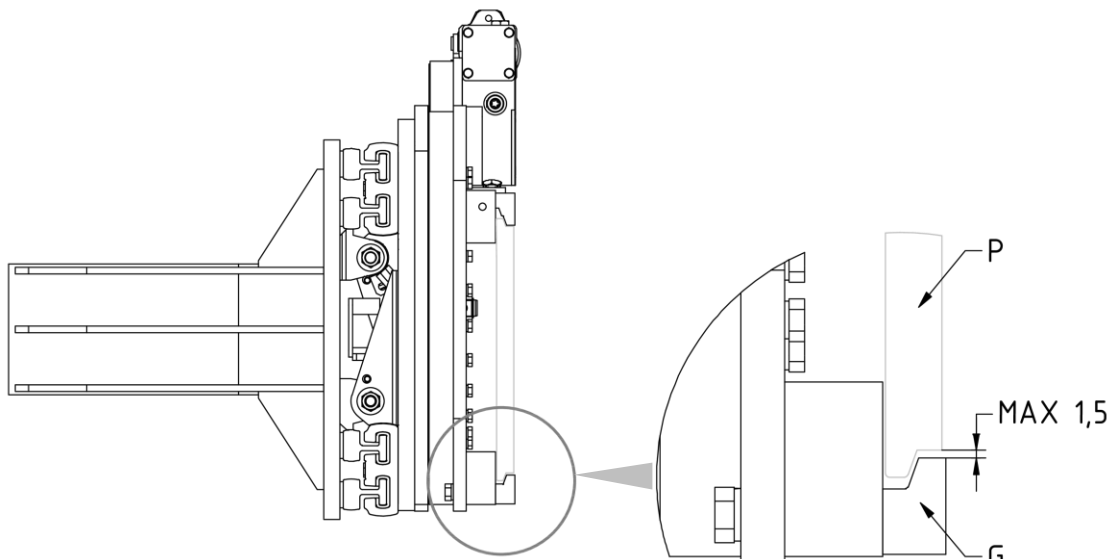

Abbildung 4
7. Schrauben Sie die 2 unteren Haken **G** so an, dass ihr Körper auch unterhalb der Trägerplatte der Gabel **P** eingehängt bleibt (mit einem Spiel von max. 1,5 mm, siehe Detail *Abbildung 4*) und ziehen Sie sie mit dem in der *Tabelle 3* genannten Anzugsmoment an.